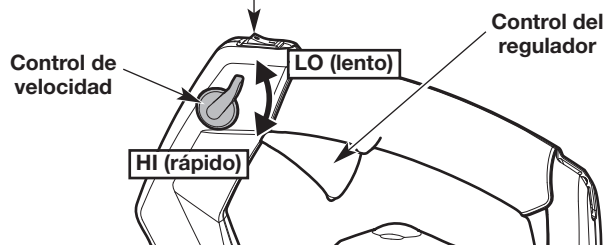

Fig. 6
NOTA: No hay necesidad de encender la unidad. El interruptor de encendido/apagado debe estar en la posición **Encendido (I)** en todo momento (Fig. 6).
2. Mueva el control de crucero a la posición **LO (lento)** (Fig. 6).
NOTA: Mantenga el control de crucero en posición **LO (lento)** y **NO** presione el control del acelerador (Fig. 6) hasta el paso 7.
NOTA: Si la unidad se detiene durante ese período, oprima y mantenga oprimido el control del acelerador o mueva el control de crucero a la posición **HI (rápido)** (Fig. 6) y tire de la cuerda de arranque con un movimiento controlado y firme hasta que la unidad se ponga en marcha.
7. Apriete y mantenga oprimido el control del acelerador o mueva el control de crucero a la posición **HI (rápido)** (Fig. 6). Deje que el motor se caliente durante 30 a 60 segundos. Se puede usar la unidad durante este período.
2. Oprima y no suelte el interruptor de control de encendido/apagado en la posición **Apagado (O)** hasta que el motor se detenga por completo (Fig. 6).
NOTA: No hay necesidad de encender la unidad. El interruptor de Encendido/Apagado debe estar en la posición **Encendido (I)** en todo momento (Fig. 6).
NOTA: Mantenga el control de crucero en posición **LO (lento)** y **NO presione el control del acelerador (Fig. 6)** hasta el paso 9.
NOTA: Si la unidad se detiene durante ese período, oprima y mantenga oprimido el control del acelerador o mueva el control de crucero a la posición **HI (rápido)** (Fig. 6), luego active el accesorio de arranque eléctrico a intervalos no mayores de 2 segundos cada uno hasta que arranque la unidad.
9. Apriete y mantenga oprimido el control del acelerador o mueva el control de crucero a la posición **HI (rápido)** (Fig. 6). Deje que el motor se caliente durante 30 a 60 segundos. Se puede usar la unidad durante este período.
- Use el control de velocidad para facilitar la operación continua (Fig. 6).